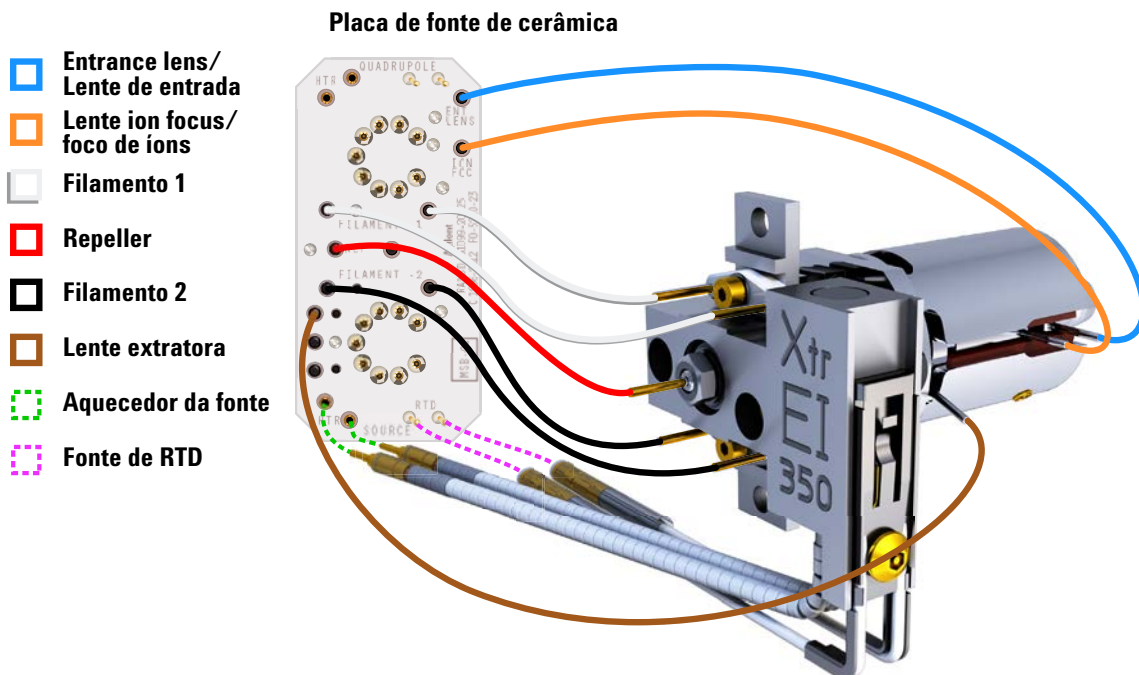

Figura 43 Fiação para a fonte XTR de EI
- 1 Use pinças ou alicates com ponta agulha para conectar/desconectar os fios da fiação da placa de cerâmica nos conectores da fonte. (Consulte Figura 43).